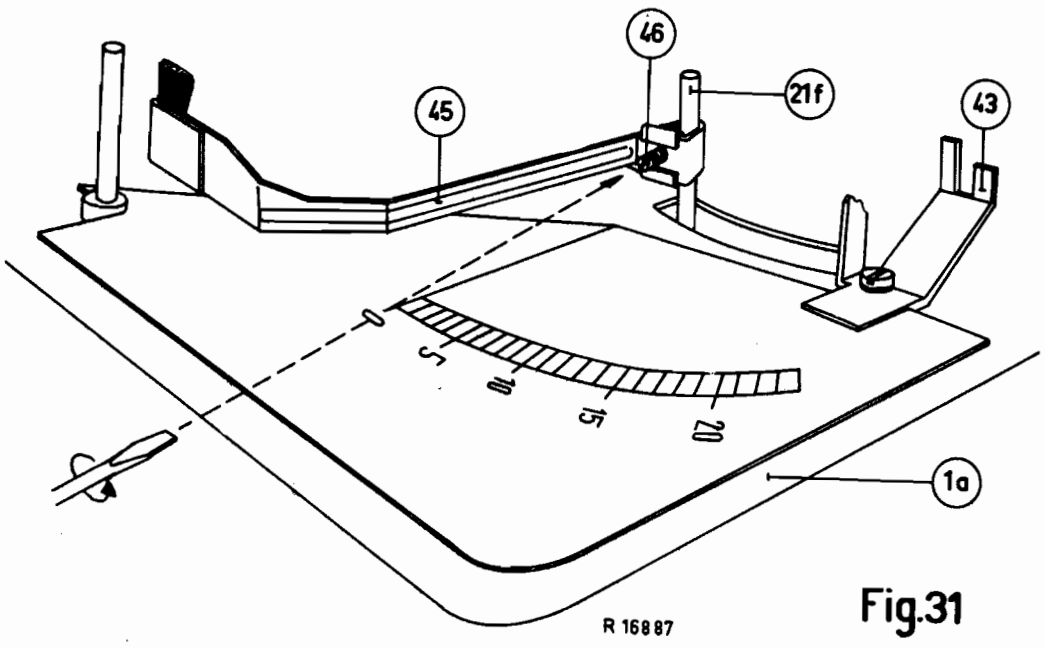

Fig.31
U. BORSTELHOUDER 45 (zie fig.31)
Deze moeten uitgeknipt en op de montageplaat gelegd worden zoals fig.31 aangeeft.